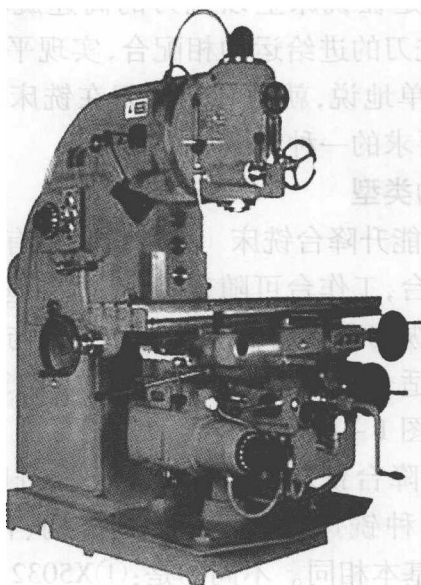

图 1-2 X5032 型立式升降台铣床
2. 立式升降台铣床 X5032 型立式升降台铣床如图 1-2 所示。这种铣床的规格、操纵机构、传动变速等与 X6132 型铣床基本相同。不同的是:①X5032 型铣床的主轴轴线与工作台台面垂直,安装在可以回转的铣头壳体内。②X5032 型铣床的工作台与横向滑板连接处没有回转盘,所